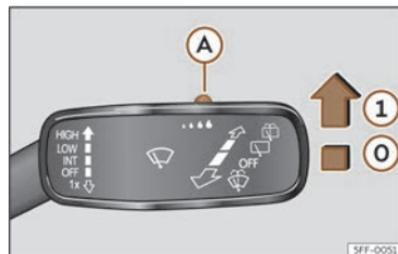

Fig. 81 Leva del tergicristalli: regolazione del sensore pioggia **A**.
Portare la leva nella posizione desiderata >>> **fig. 81**.
- ① Sensore pioggia attivo; tergiture automatica in caso di necessità.
Dopo aver spento e riacceso il quadro, il sensore pioggia rimane attivato e funziona di nuovo quando il tergicristalli si trova in posizione >>> **fig. 81** ① e la velocità è superiore ai 16 km/h (10 mph).